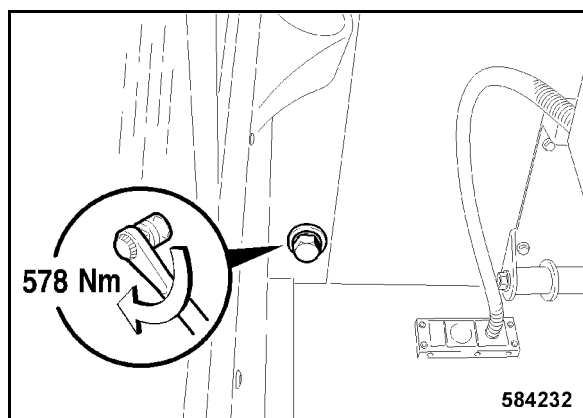

Bild 180
- Kiristä takana, sisäpuolen kiinnitysruuvi oikealta 578 Nm:llä (Bild 180).